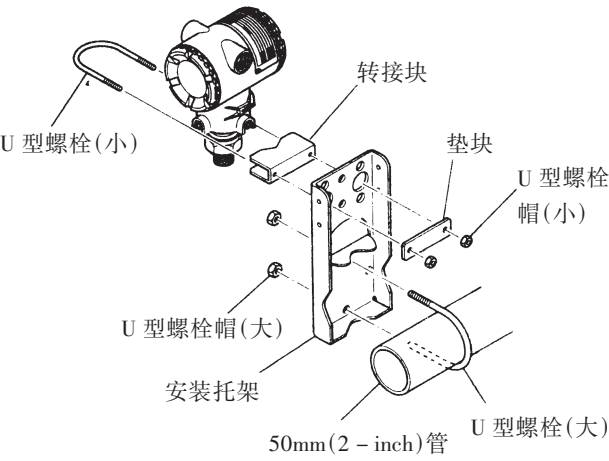

图 4.2.1 变送器安装
- 变送器可安装于标准 50mm(2 英寸)管道,如图 4.2.1 所示。